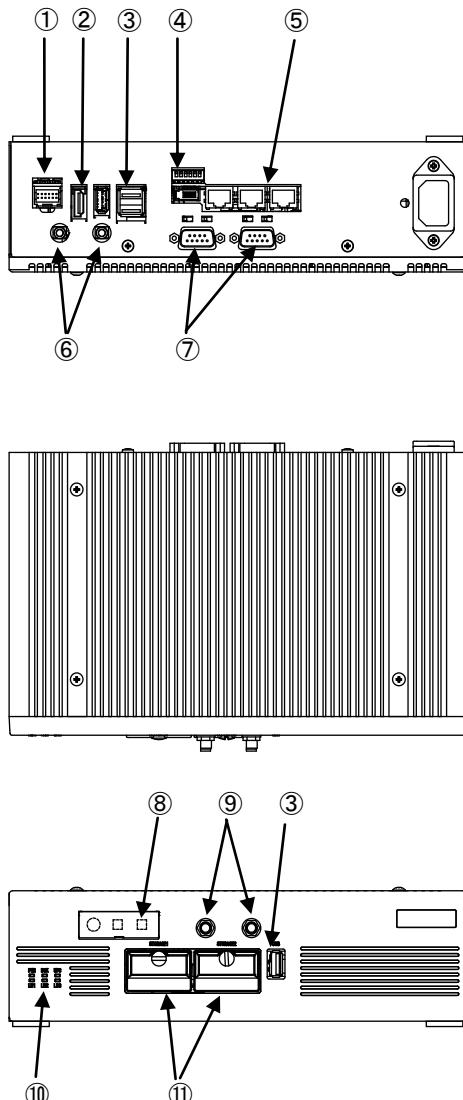

図 3-1-1. 外形図 (AP4-101ANB)
EC4A シリーズの例として、AP4-101ANB の外形図を図 3-1-1 に示します。各部名称を図 3-1-1 に示します。
COM1	SI01 (図 3-1-1 ⑧) アプリケーションでシリアル通信に使用できます。 シリアルポート設定スイッチと組込みシステム機能のシリアルコントロール機能を使用することで、RS-232C/422/485 を切替えることができます。
COM2	SI02 (図 3-1-1 ⑧) アプリケーションでシリアル通信に使用できます。 シリアルポート設定スイッチと組込みシステム機能のシリアルコントロール機能を使用することで、RS-232C/422/485 を切替えることができます。
ローカルエリア接続	LAN1 (図 3-1-1 ⑥): 1000BASE Ethernet
ローカルエリア接続 2	LAN2 (図 3-1-1 ⑥): 1000BASE Ethernet
ローカルエリア接続 3	LAN3 (図 3-1-1 ⑥): 1000BASE Ethernet
汎用入出力	汎用の入出力です。 入力 6 点、出力 4 点を制御できます。 (図 3-1-1 ⑦)
バックアップバッテリモニタ	BIOS 設定、RTC、外部 RTC に使用されるバックアップバッテリ（図 3-1-1 ⑪）の状態を取得することができます。
内蔵拡張インターフェース	オプションの専用拡張基板を接続できます。（図 3-1-1 ⑩）